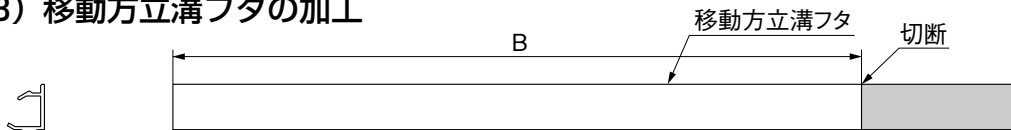

図3-6
- ① 図3-6を参照して移動方立取付け側の移動方立溝フタを加工してください。